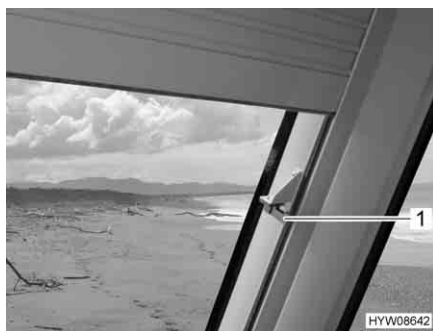

Fig. 17 Chiusure di sicurezza aggiuntive per oscurante a rullo
- Su entrambi i lati, ruotare spingendo indietro la chiusura di sicurezza (Fig. 17,1) applicata a sinistra e a destra approssimativamente a metà dell'altezza della finestra. A questo punto l'oscurante a rullo non può più abbassarsi ulteriormente.